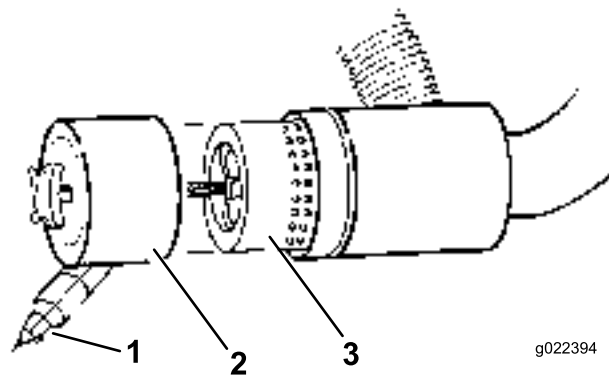

Figure 44
3. Déposez et remplacez le filtre (Figure 44).